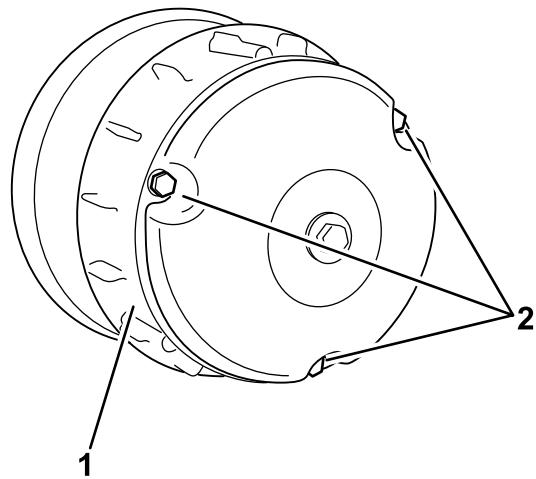

Figure 50
1. Retirez les trois boulons qui fixent le couvercle de l'embrayage et déposez le couvercle (Figure 50).
3. Posez le couvercle d'embrayage et fixez-le avec les 3 boulons (Figure 50) que vous avez retirés à l'opération 1.